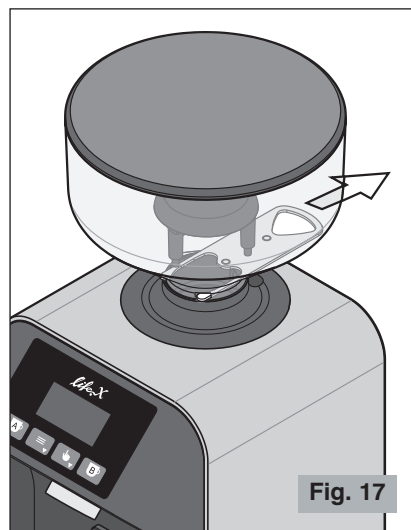

Fig. 17
**Accertarsi della completa apertura dell'otturatore della campana fino a fine corsa (ultimo scatto) (vedere Fig. 17).**